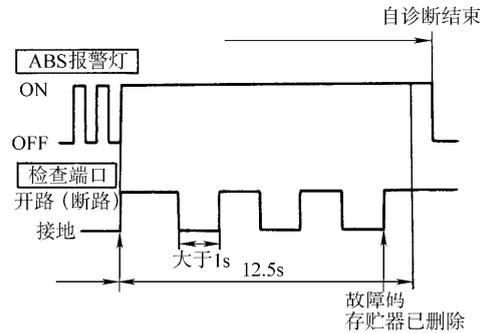

图 4-119 故障码的清除
(1) 在自诊断模式下，拔下检查端口的接地线。
(2) 在 12.5s 内，将检查端口接地三次以上，自诊断结果被删除。（每次接地时间应大于 1s）。注：清除故障码后，ABS 报警灯便熄灭。
(3) 重新进行故障码读取程序，确认故障码已删除。此时如系统正常，只有起始码显示出来（图 4-119）。